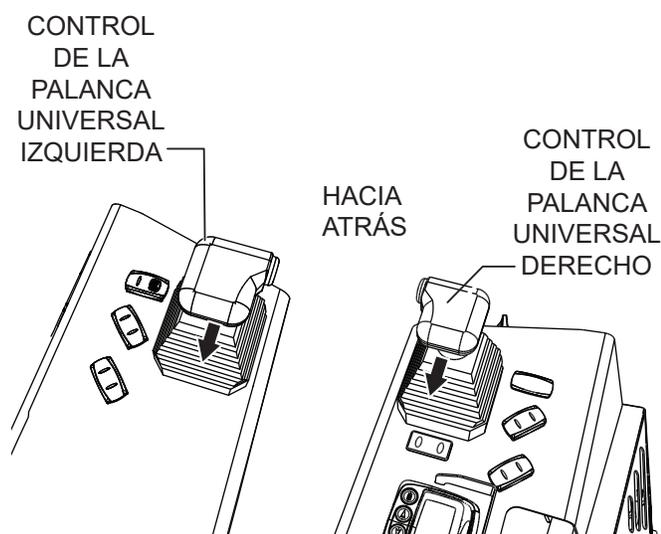

Figura 26. Sentido de retroceso de control de la palanca universal
7. Tire hacia atrás de las palancas universales derecha e izquierda (Figura 26) y repita los pasos 3 a 6 mientras sustituye la palabra retroceso por avance.